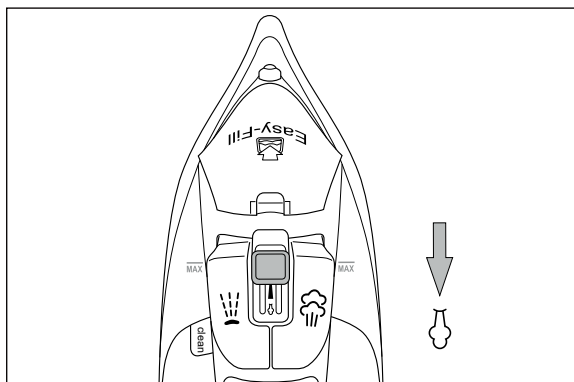

Fig. 1
- 3) Desloque o regulador de vapor 3 totalmente para baixo, para a posição  (mais vapor) (ver fig. 1).